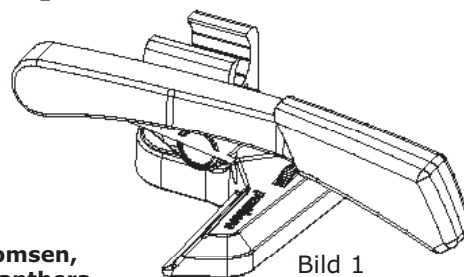

Bild 1
1. När den höga bromsen levereras till dig är den ihopmonterad enligt **bild 1**.